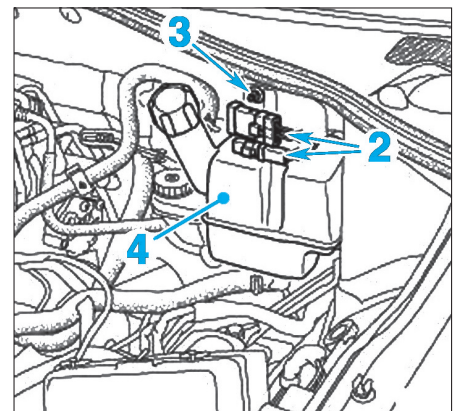
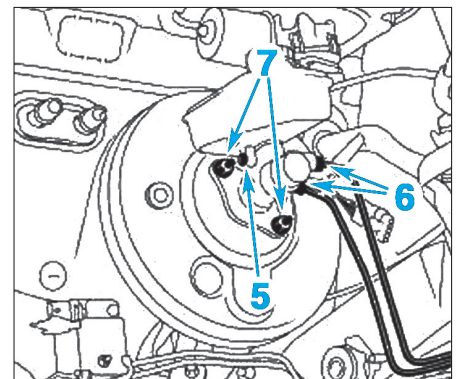

FIG. 14
FIG. 15
- Débrancher les connecteurs (2) du vase d'expansion (Fig.14).
- Déposer la vis (3) du vase d'expansion.
- Ecarter le vase d'expansion (4) sans le vider.
- la vis (5) du réservoir de liquide de frein sur le maître-cylindre (Fig.15),